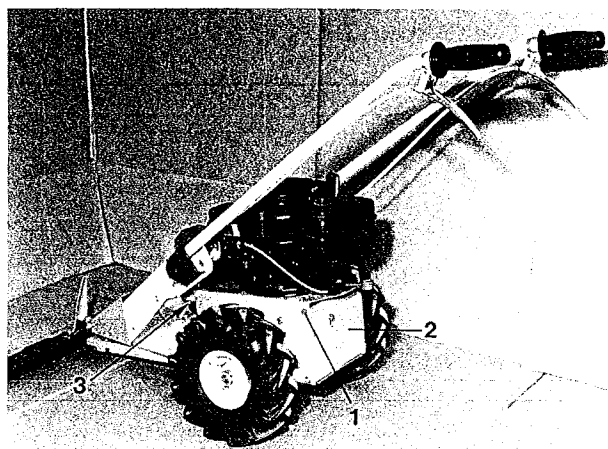

Abb. 2
Hinweis: Zur leichteren Montage des Keilriemens greift man mit den Fingern in die Aussparung bei 3 Abb. 2. Dadurch kann der Keilriemen leichter auf die Keilriemenscheibe aufgelegt werden.
3. Klappe (2 Abb. 2) wieder schließen und mit 2 Schrauben M6 sichern.